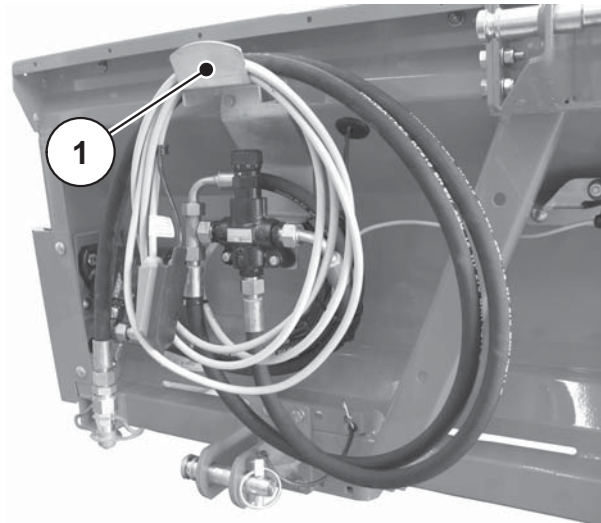

Figure 6.11 : Support pour câbles et flexibles
- Après le désaccouplement, déposez les flexibles hydrauliques et les câbles électriques sur les supports du châssis prévus à cet effet (voir figure 6.11).